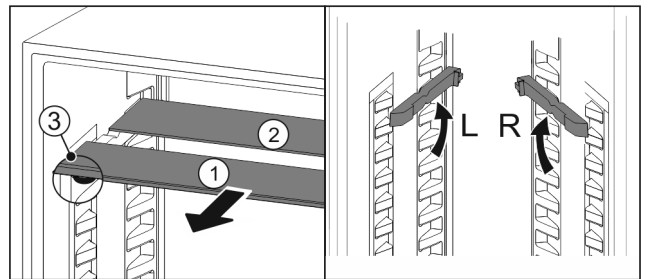

Fig. 128
- ▶ Glasplatten einzeln nach vorne herausziehen Fig. 128 (1).
- ▷ Glasplatte Fig. 128 (1) mit Zierleiste liegt vorne.
- ▷ Stopps Fig. 128 (3) zeigen nach unten.